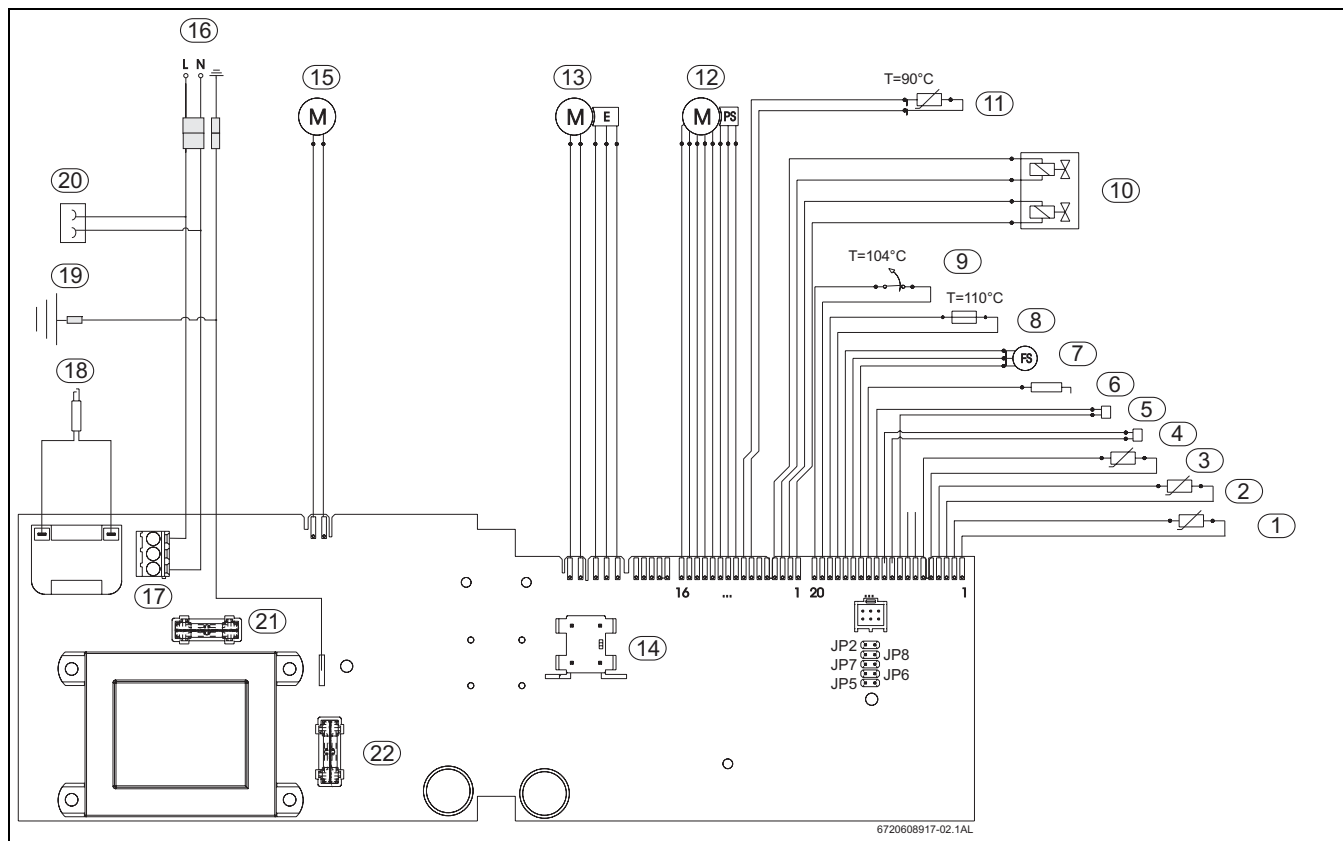

Fig. 3 Schema elettrico
Ogniqualvolta si apre un rubinetto dell'acqua calda, il flussostato (Fig. 3, pos. 7) invia un segnale all'unità di controllo, dando inizio al ciclo di funzionamento: